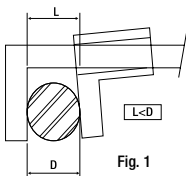

Fig. 1
- No aplique una presión excesiva al realizar mediciones (Fig. 1).